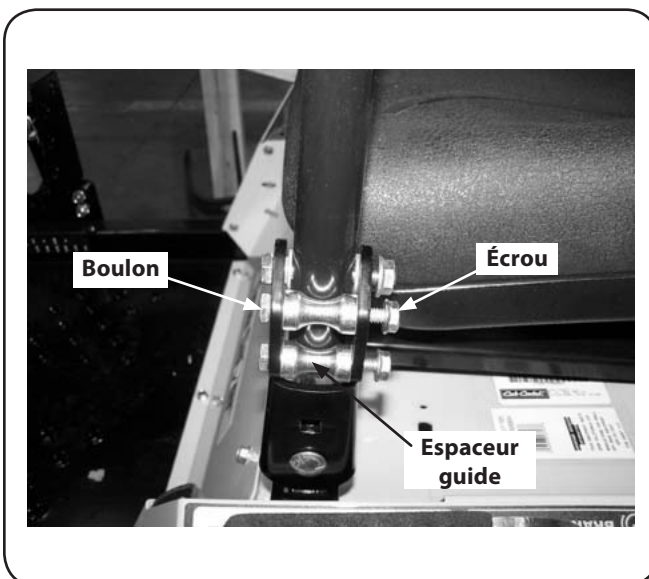

Figure 1-5
2. De l'extérieur, enfoncez la vis à tête hex. dans la fente du levier de direction et dans le trou du support de pivotement. Fixer avec les écrous de la bride. Voir la Figure 1-5.